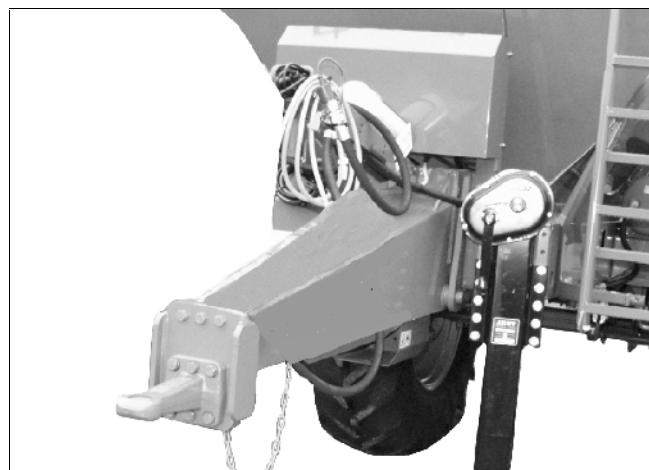

Рис. 8
- прямым тяговым дышлом (Рис. 8),